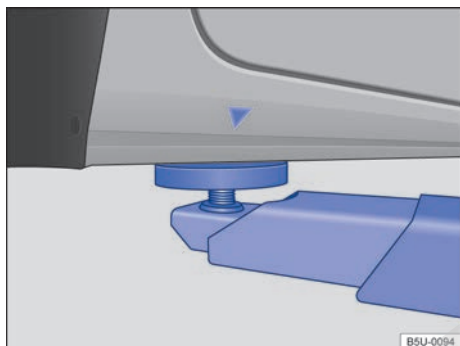
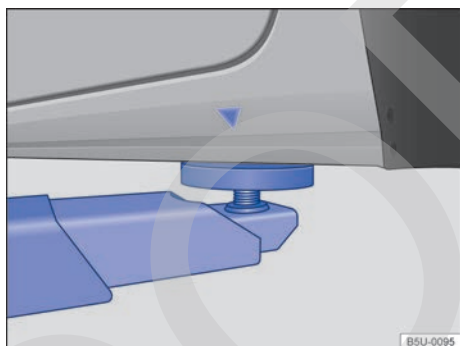

Fig. 145 Puntos de apoyo delanteros para la suspensión con plataforma elevadora o con gato.
Fig. 146 Puntos de apoyo traseros para la suspensión con plataforma elevadora o con gato.
El vehículo debe ser suspendido solamente por los puntos indicados en las figuras → fig. 145 y → fig. 146. Si el vehículo no está suspendido por los puntos indicados, pueden ocurrir daños en el vehículo → ⓘ y lesiones graves → ⚠.
- Suspender el vehículo solamente por los puntos indicados en las figuras → fig. 145 y → fig. 146. Si el vehículo no es suspendido por los puntos indicados, puede caer de la plataforma elevadora cuando, por ejemplo, se desmonta el motor o la suspensión.